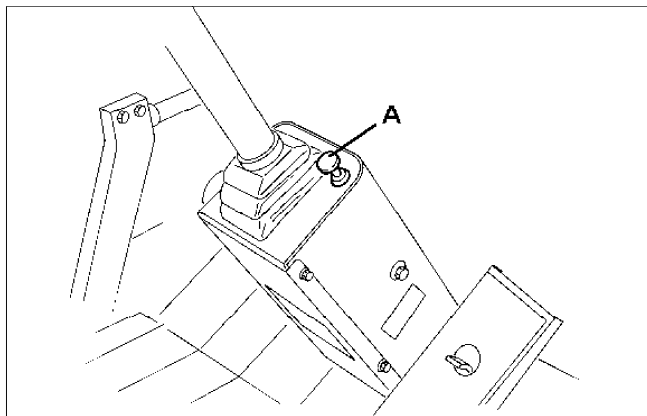

Fig.17
1. Pull the traction pedal stop control (A Fig.17) to give the pedal full movement for forward travel.
1. Push the traction pedal stop control (A Fig.17) to give the pedal restricted movement.
1. Trek de stopregeling van het tractiepedaal (A fig.17) uit om volledige beweging van het pedaal voor het vooruit rijden mogelijk te maken.
1. Druk op de stopregeling van het tractiepedaal (A afb.17) zodat het pedaal een beperkte beweging krijgt.
Tirer sur la commande d'arrêt de la pédale de traction (Fig. 17 "A") afin que la pédale puisse bouger librement et à fond en marche avant.
1. Pousser la commande d'arrêt de la pédale de traction (Fig. 17 "A") pour restreindre le mouvement de la pédale.